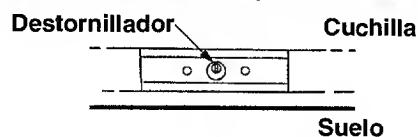

Figura 14
- Pruebe la cuchilla equilibrándola sobre un destornillador de hoja redonda o en un equilibrador de cuchillas. Vea la Figura 14.